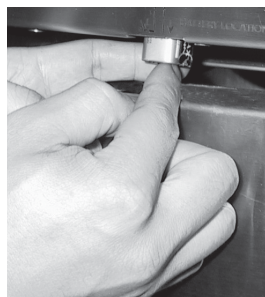
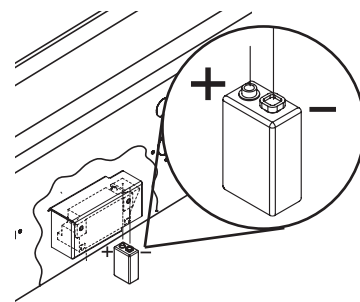

FIG. 37
FIG. 38
4. Remettez-la en place vers le haut et poussez jusqu'à entendre un déclic, Fig. 37 (la polarité est indiquée à la Fig. 38).